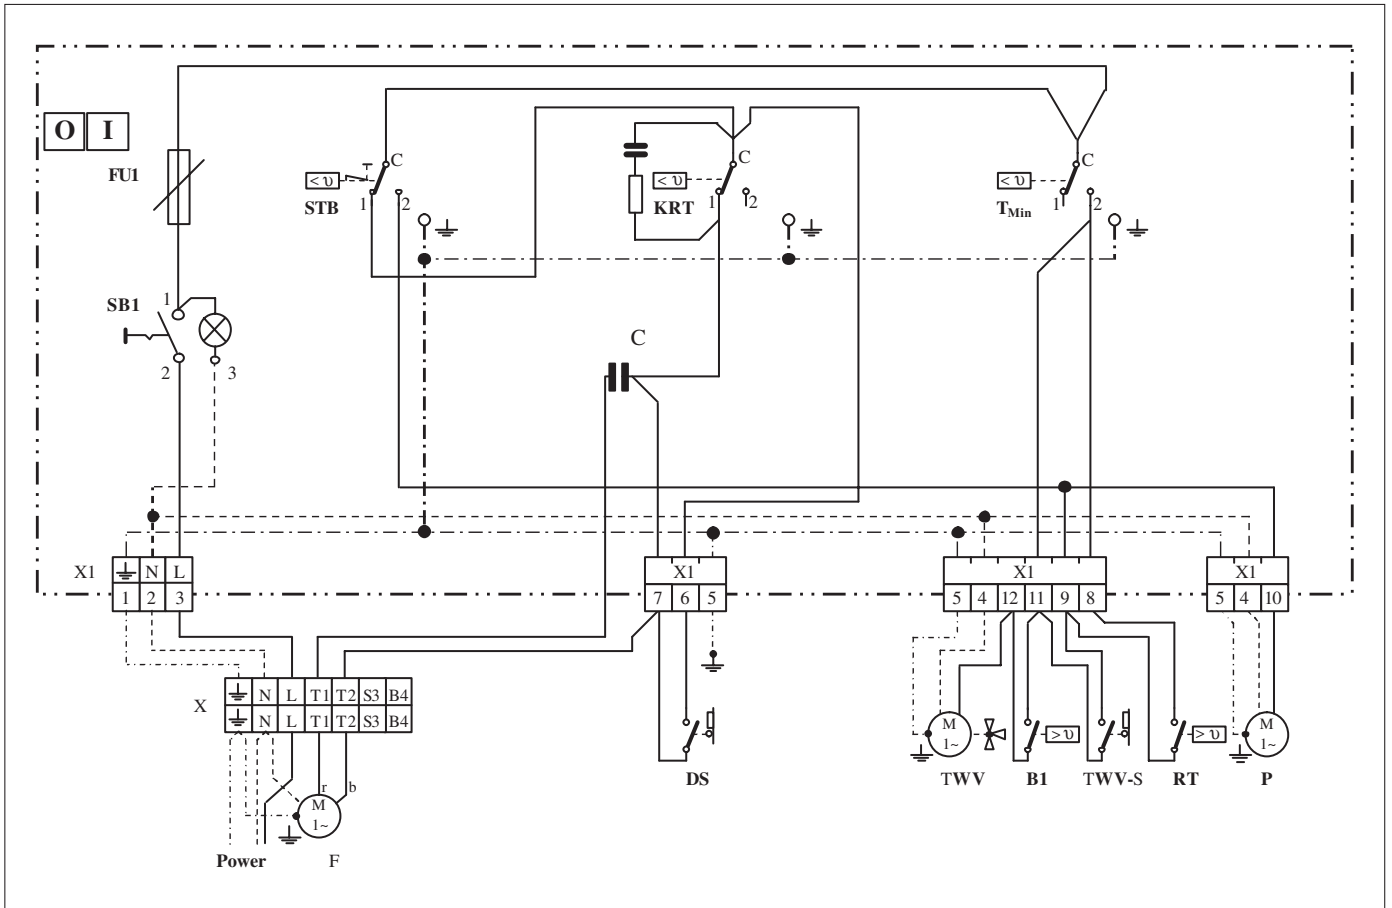

Fig. 19 Schema electrică
- Racordați cablurile de la suflanta de tiraj (ștecher electric pe peretele posterior) la nivelul aparatului conform schemei de montaj (→ Fig. 19, pagina 21).